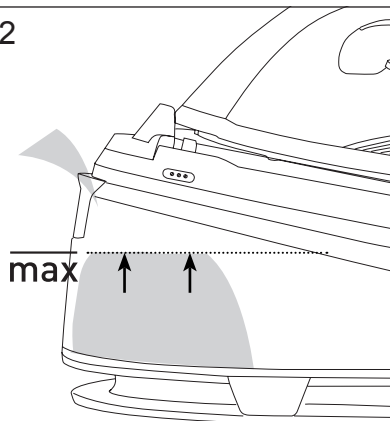

Fig.3
- Enchufar el aparato a la red eléctrica. (Fig. 3)
- El piloto luminoso (B), se iluminará (Fig. 3).
- Cuando el piloto (B) se desconecte y el piloto (N) estén fijos, señalará que el aparato ha alcanzado la temperatura adecuada.
- Pulse el gatillo del vapor (C) de forma continua durante 10 segundos.
- Durante el uso del aparato el piloto luminoso (B) se conectará y desconectará de forma automática, indicado de este modo el funcionamiento de los elementos calefactores para mantener la temperatura deseada.